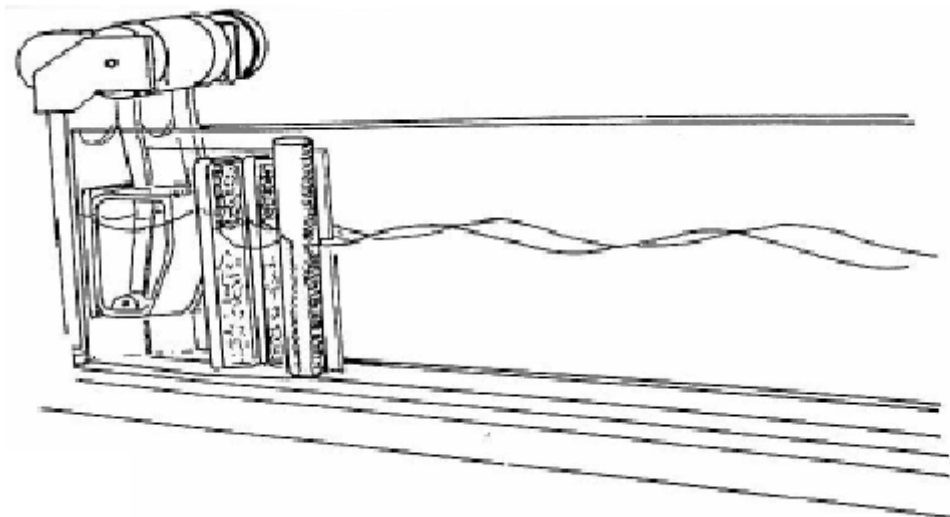

Fig. 3 Superposition équiphasée des ondes
- Lorsque l'onde entre dans le canal en I, déterminez son amplitude (fig. 3).